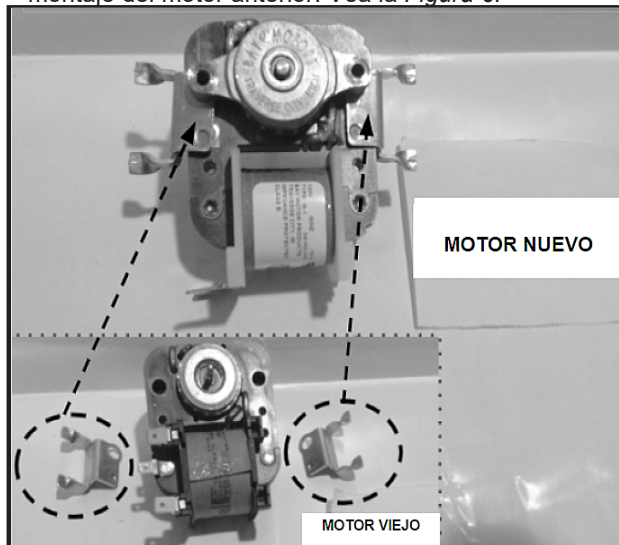

Figura 6
- Inserte los soportes de montaje del motor viejo en el nuevo y luego inserte el portacojinete del motor nuevo. **NOTA:** Para instalar este kit se necesitan los soportes de montaje del motor anterior. Vea la *Figura 6*.